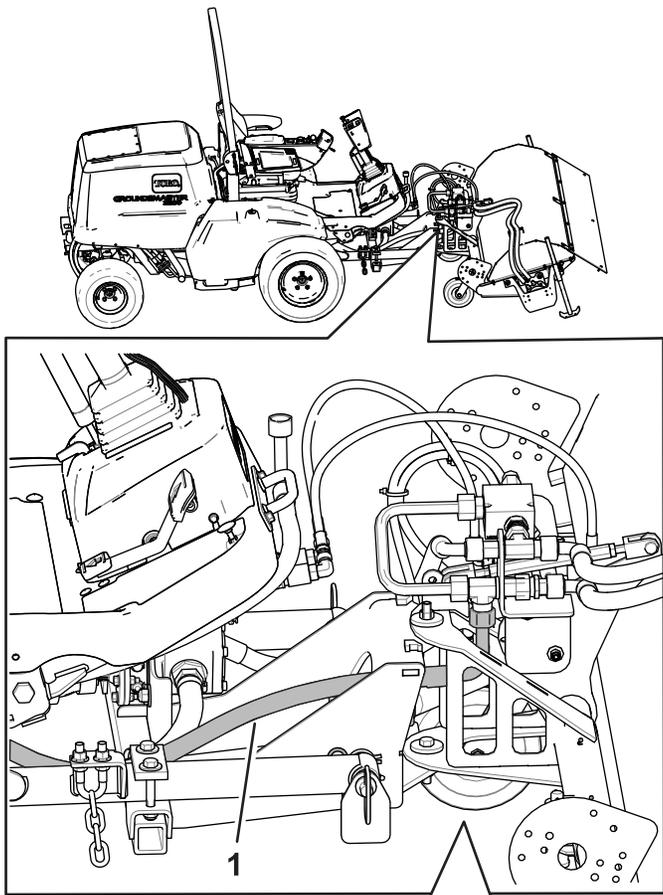

Figure 18
7. Installez le flexible hydraulique latéral sur la brosse (Figure 18).
**Remarque:** Installez le flexible à l'angle indiqué à la Figure 18.